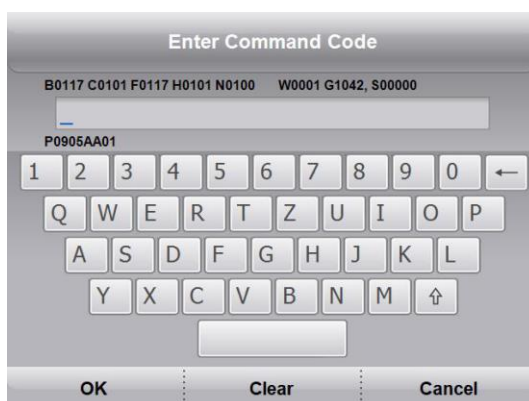

Рисунок 11.6: Экран ввода команд
- На экране приветствия (см. рисунок 11.5) нажмите и удерживайте нажатой кнопку ON (вкл) — отобразится экран ввода команд (см. рисунок 11.6).